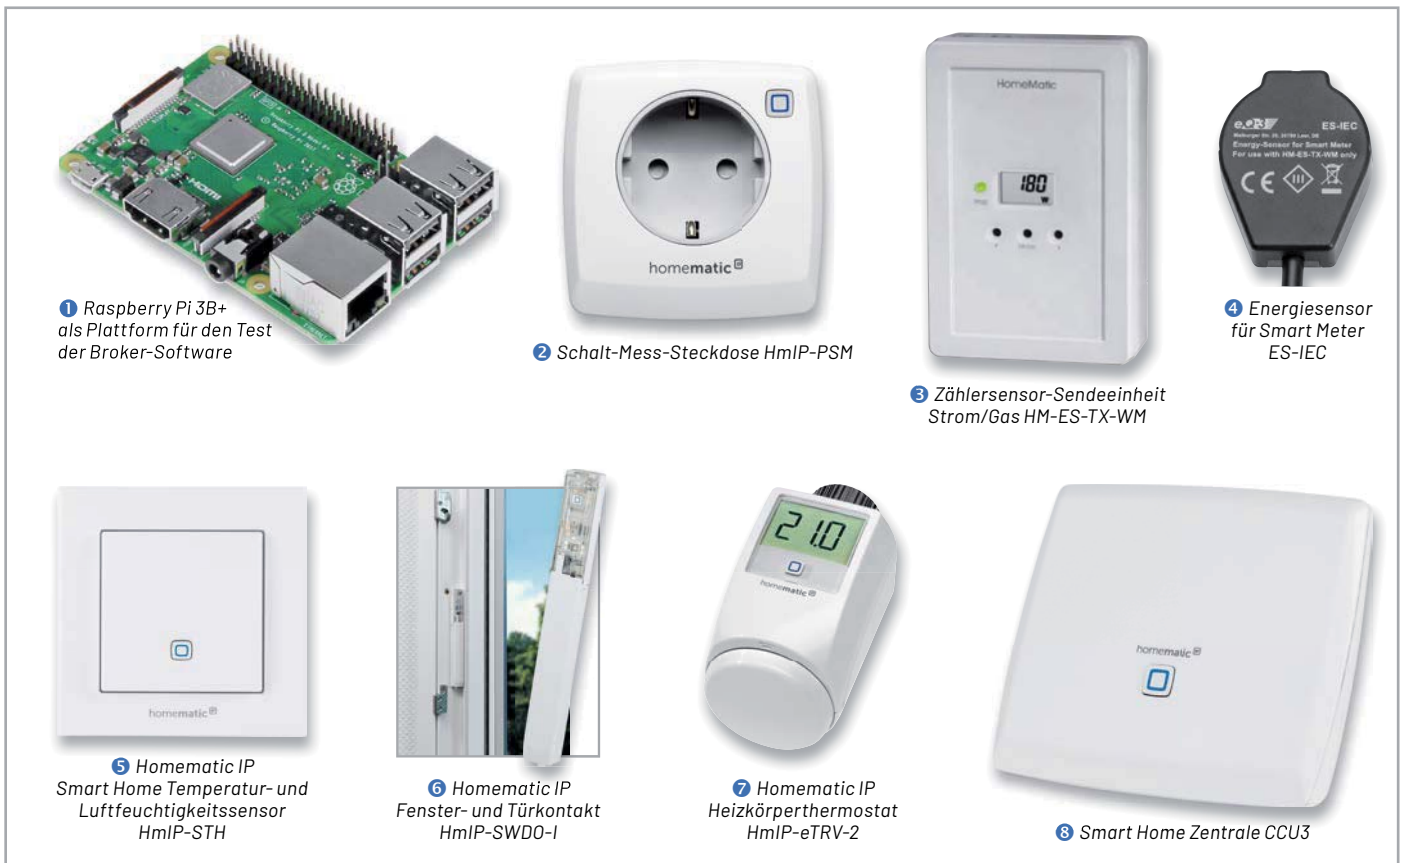

Bild 1: Überblick über alle Hardware-Komponenten für die Haussteuerungslösung
Wie bisher in unserer Artikelserie wird auch diesmal als Zentrale ein Raspberry Pi 3B+ ① verwendet. Auf der Endgeräteseite nutzen wir Geräte aus dem Programm von Homematic/Homematic IP. Wir haben uns für folgende Homematic Komponenten entschieden (Bild 1):
- Schalt-Mess-Steckdose HmIP-PSM ②
- Zählersensor-Sendeeinheit Strom/Gas HM-ES-TX-WM ③
- Energiesensor für Smart Meter ES-IEC ④
- Temperatur- und Luftfeuchtigkeitssensor HmIP-STH ⑤
- Fenster- und Türkontakt HmIP-SWDO-I ⑥
- Heizkörperthermostat HmIP-eTRV ⑦